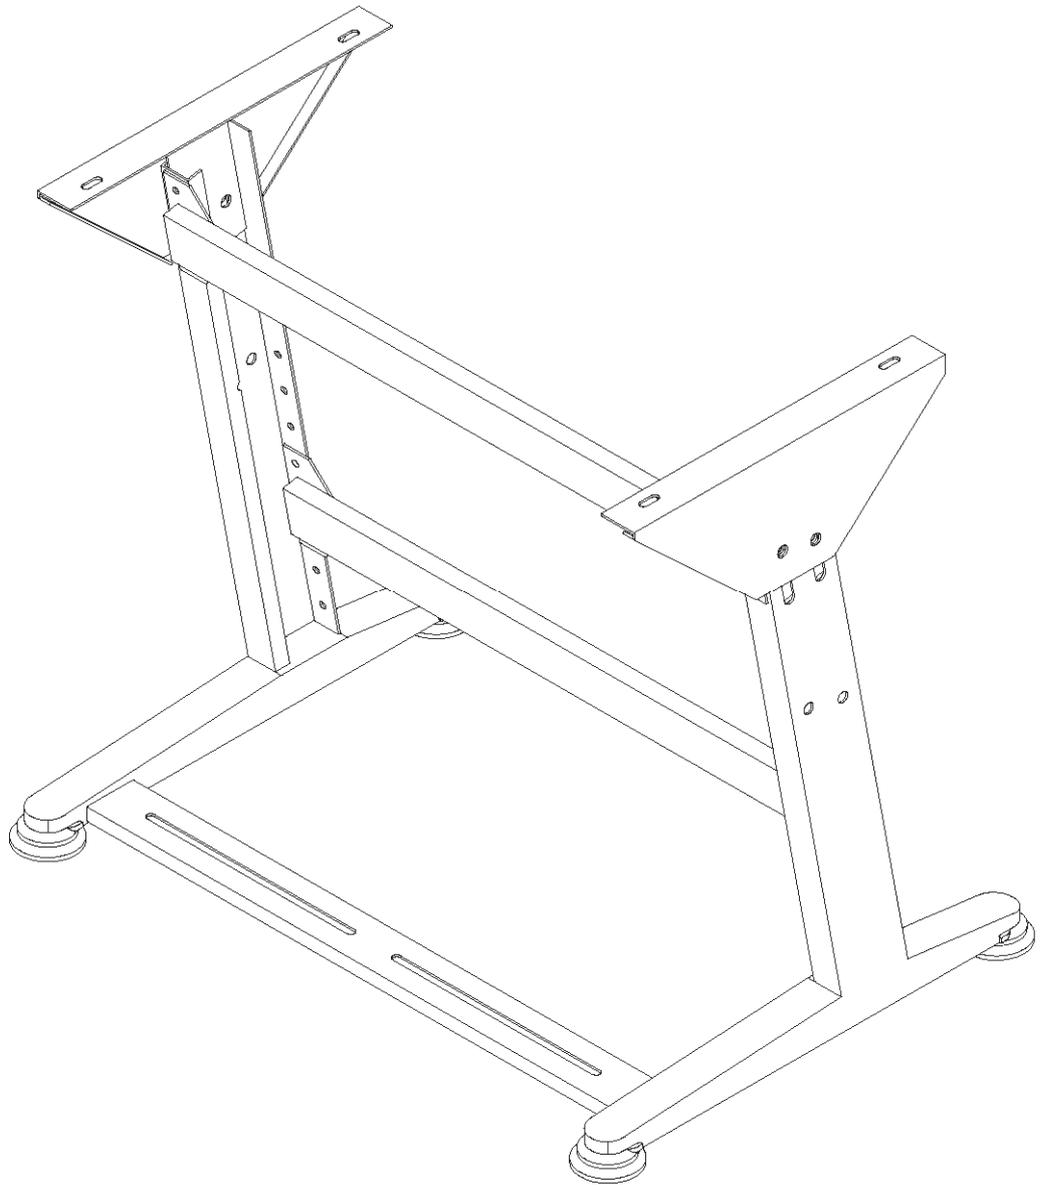

Fig. 2
- Montare il telaio come illustrato nella fig. 2.
Se si desidera montare da soli il piano di lavoro, si potranno rilevare le misure nella fig. 2.